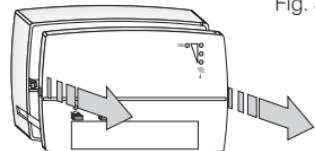

Fig. 4.i
- Extraire la partie avant de la base (la résistance à l'extraction est due aux broches d'accouplement aux bornes) fig.4.i.